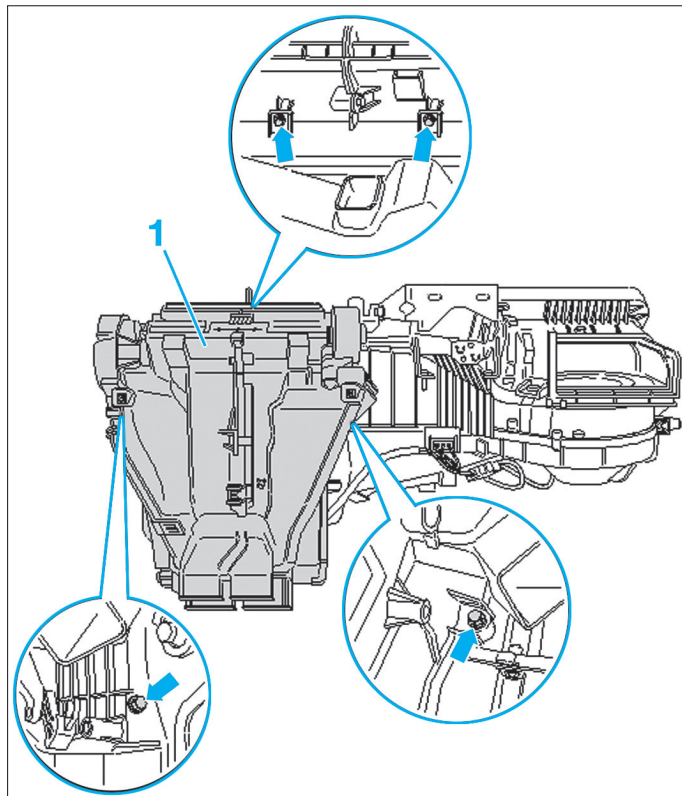

Fig. 10
- Déposer le boîtier répartiteur d'air (1) (Fig.10).